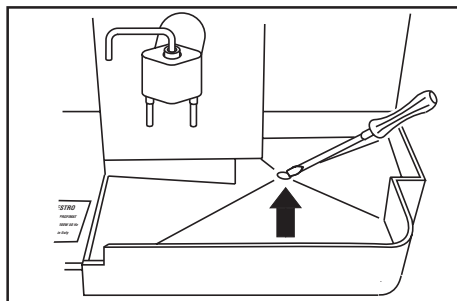

Fig. 4
- Sur le fond du récipient d'égouttement se trouve un trou fermé exprès par un diaphragme fin en plastique (fig.4). Si on veut faire s'écouler le contenu du récipient dans le tube de vidange, il faut percer le diaphragme à l'aide d'un tournevis.